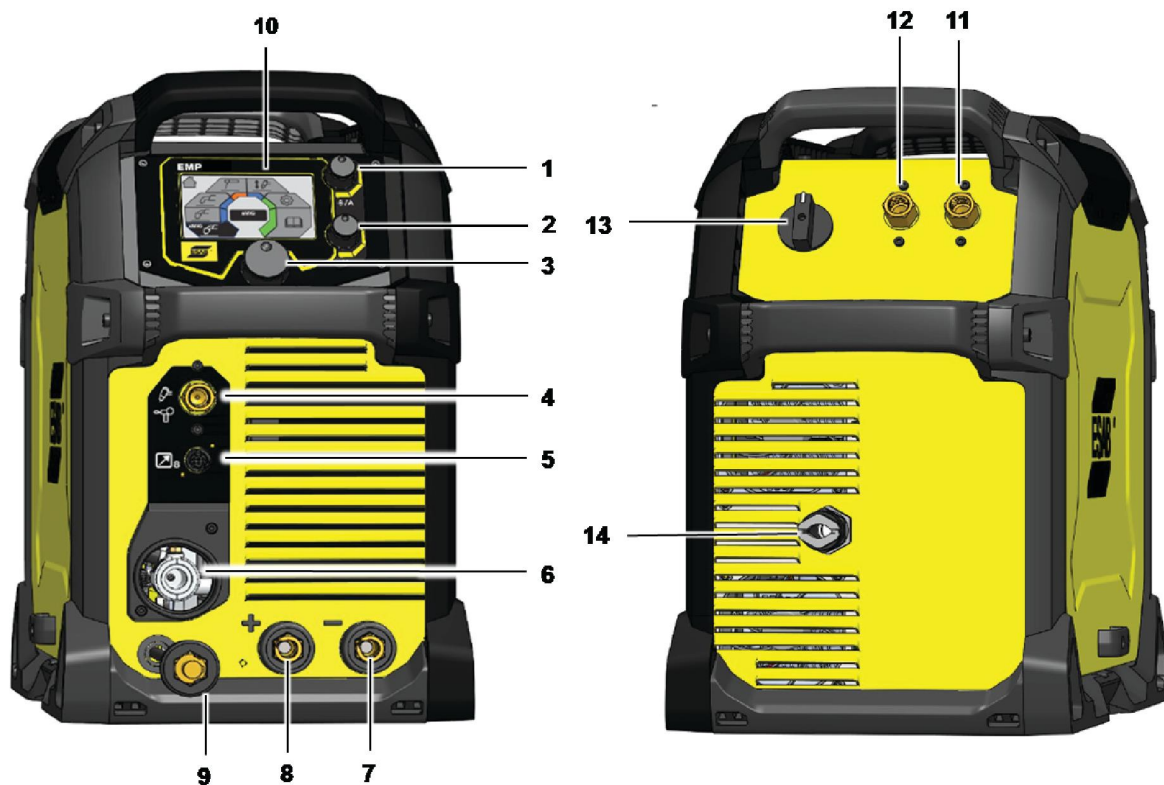

Figure 1. Vues avant et arrière : Modèle EMP 285ic
La source de courant comprend deux sorties pour brancher les câbles de soudage et de retour : une borne négative [-] (7) et une borne positive [+] (8) (voir figure 1).
Pour le procédé TIG (nécessite des accessoires TIG en option), branchez le câble d'alimentation de la torche TIG à la borne négative [-] (7) (voir l'illustration). Fixez l'écrou de l'entrée de gaz, sur la torche TIG, au connecteur de la sortie de gaz (4) situé sur le devant de la source de courant. Fixez l'écrou de l'entrée de gaz (12), situé sur le panneau arrière, à l'alimentation de gaz de protection contrôlée. Branchez le câble de retour à la borne du câble de retour (9). Branchez le connecteur de la torche au branchement de la torche (6) (voir figure 1).